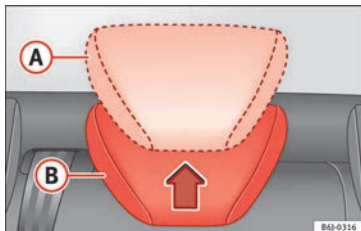

Fig. 77 Ajuste de los apoyacabezas posteriores.
- Posición elevada o de uso (A) »» fig. 77. En esta posición el apoyacabezas se comporta como un apoyacabezas convencional, protegiendo junto con el cinturón de seguridad al ocupante de las plazas posteriores.
- Posición de reposo, no uso (B) »» fig. 77. Esta posición facilita la visibilidad posterior al conductor.